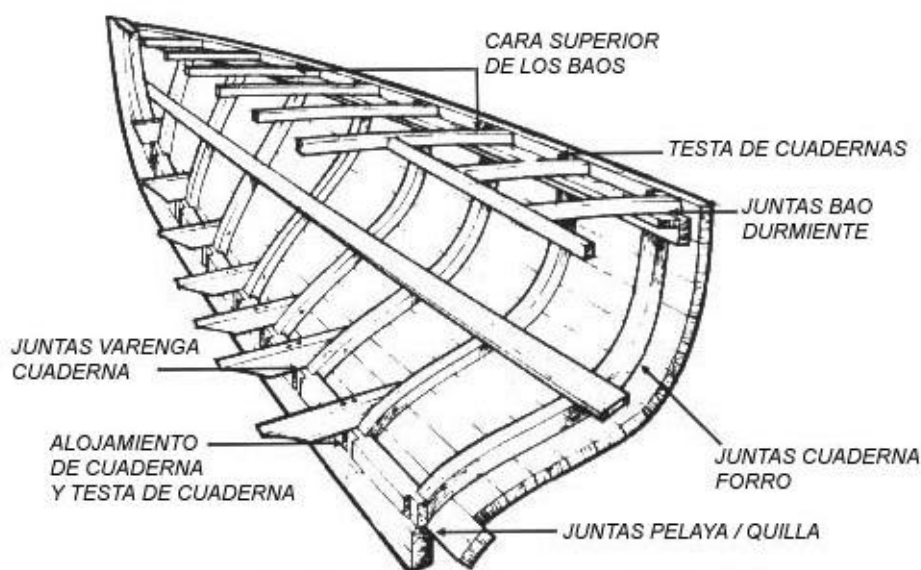

Figura 2.4 Examine contra podredumbre seca en las juntas y áreas de agua estancada y de pobre circulación de aire.
4. Examine cada uno de los miembros estructurales y los elementos de fijación para evaluar si siguen en condiciones de soportar las cargas para las que fueron proyectados. Utilice un punzón rompehielos u otra herramienta puntiaguda para determinar la presencia de podredumbre seca. Averigüe si hay putrefacción en áreas con poca ventilación, donde las piezas están en contacto directo entre sí y alrededor de los elementos de fijación. Si el daño se debe a un impacto o a una pérdida de resistencia por esfuerzos continuos, compruebe si hay cuadernas fracturadas o elementos de fijación sueltos lejos del área dañada (*Figura 2.4*).